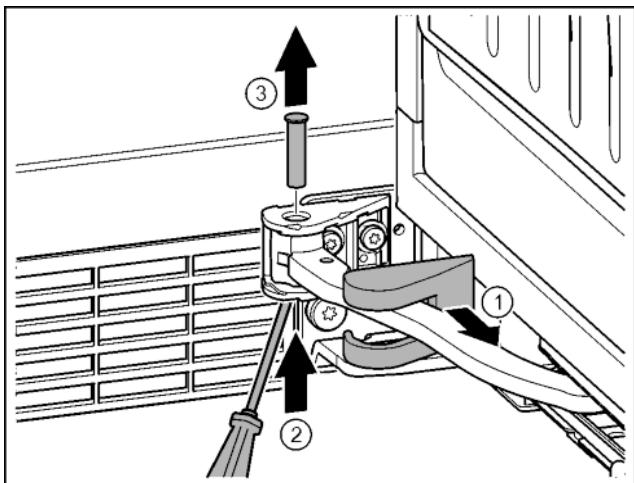

Fig. 14
- Зніміть кришку опорного кронштейна та перемістіть вздовж шарніра. Fig. 14 (1)
- Рукою чи викруткою підйміть палець знизу. Fig. 14 (2)
- Перемістіть викрутку під голівку пальця і витягніть. Fig. 14 (3)